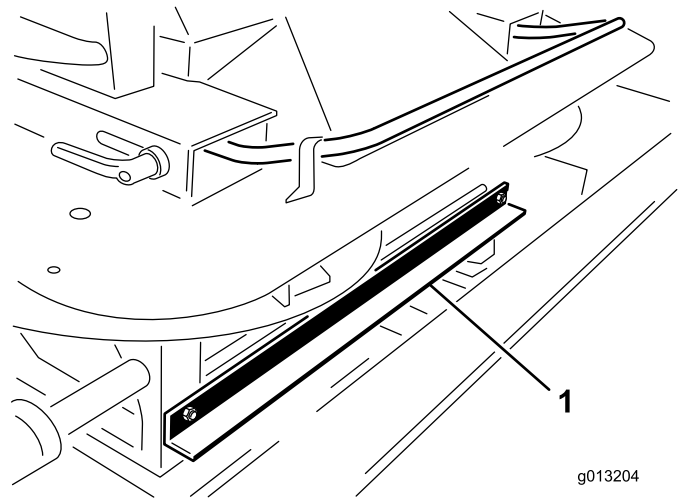

Bild 4
3. Entfernen Sie vorne am Doppel-Tellerstreuer die zwei Schrauben (1/4 x 3/4 Zoll) und Muttern, mit denen die Versandhalterung des ProPass-Hubgeräts am Doppel-Tellerstreuer befestigt ist (Bild 4).